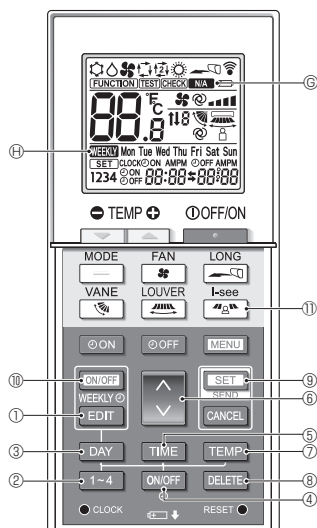

Fig. 4-3
<Переход в режим изменения> (Fig. 4-3, Fig. 4-4)
Нажмите кнопку **1-4** ②. (Fig. 4-3, Fig. 4-4)
- При каждом нажатии кнопки **1-4** ② номера типов настройки ④ переключаются в следующем порядке: 1 → 2 → 3 → 4.
Нажмите кнопку **DAY** ③. (Fig. 4-3, Fig. 4-4)
- При каждом нажатии кнопки **DAY** ③ дни недели ⑤ переключаются в следующем порядке: Mon (Пнд) → Tue (Втр) → Wed (Срд) → Thu (Чтв) → Fri (Птн) → Sat (Сбт) → Sun (Вск) → All days (Все дни).
1. Нажмите кнопку **ON/OFF** ④. (Fig. 4-3, Fig. 4-5 ⑤)
- На дисплее появится **ON** (⑤OFF).
- При каждом нажатии кнопки **ON/OFF** ④ происходит переключение между значениями **ON** и **OFF**.
2. Нажмите кнопку **TIME** ⑤. (Fig. 4-3, Fig. 4-6)
- Нажмите кнопку **↓** ⑥, чтобы задать время работы.
3. Нажмите кнопку **TEMP** ⑦. (Fig. 4-3, Fig. 4-7, Fig. 4-8)
- Нажмите кнопку **↓** ⑧, чтобы задать температуру.
- В режиме AUTO (АВТОМАТИЧЕСКИЙ) (двойная установка), нажмите кнопку **TEMP** ⑦ для переключения между верхним предельным значением ⑨ и нижним предельным значением ⑩.
<Удаление настроек> (Fig. 4-3)
<Передача настроек> (Fig. 4-3)
<Активация недельного таймера> (Fig. 4-3)
4.7. Датчик i-See (Fig. 4-3)